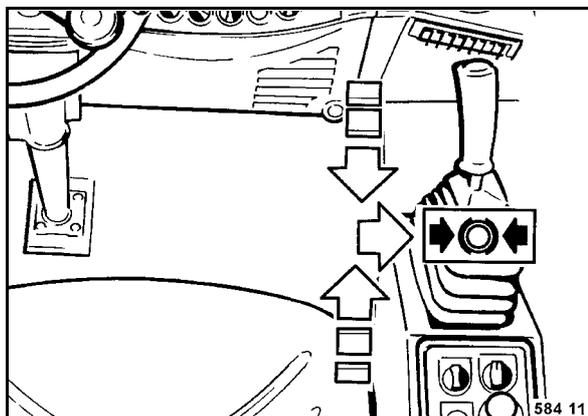

Рис. 59
- Медленно отвести рычаг движения (Рис. 59) в нейтральное положение, а затем зафиксировать его вправо в тормозном положении.